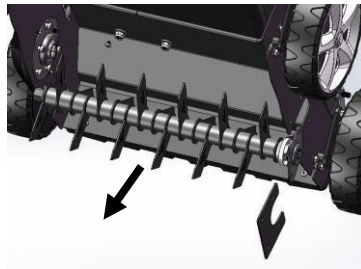

Abb.11B
1. Entfernen Sie die vier Schrauben. (Abb.11B)